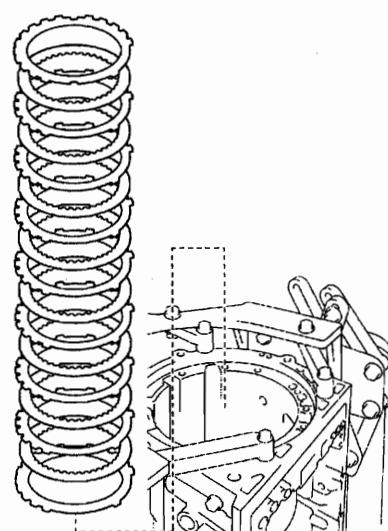

图 12-1-58
(63) 拆下 4 号制动盘。如图 12-1-58 所示, 从变速器壳上拆下 7 个片、8 个盘和 2 个法兰。
(7) 安装 4 号制动盘。如图 12-1-58 所示，安装 7 个片、8 个盘和 2 个法兰。安装顺序为 F—D—P—D—P—D—P—D—P—D—P—D—F，其中：P 为盘，D 为片，F 为法兰。